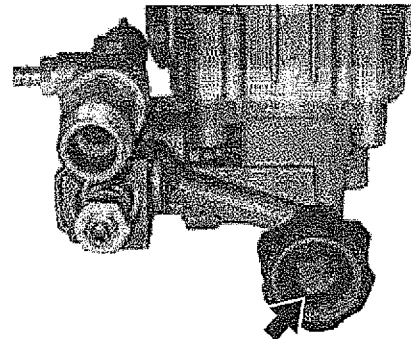

Figura 68 – Se muestra el cedazo del filtro de agua WP2800
2. Extraiga el cedazo del filtro de agua en forma de cono del accesorio de la manguera de entrada de agua (Ver Figura 68).